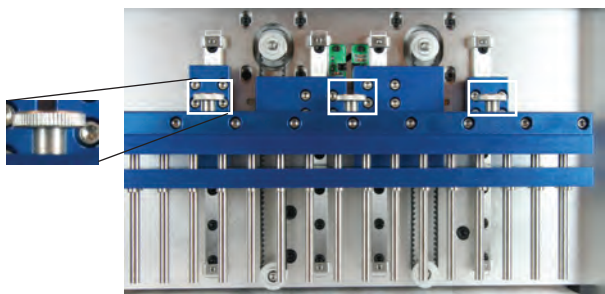

Figura 6. Viti sulla parte superiore del pettine magnetico.
3. Svitare e rimuovere le tre viti sulla parte superiore del pettine magnetico (figura 6).